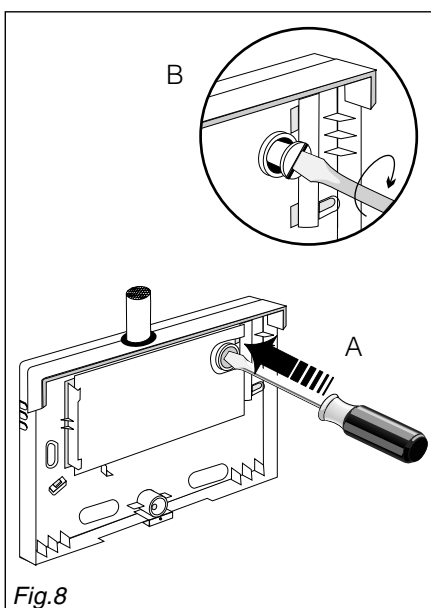

Fig.8
2.4.2 Autosurveillance à l'arrachement (fig. 8)
- 1- Casser la pastille (fig. 8 A) au moyen d'un tournevis.
- 2- Mettre en place la vis d'autosurveillance. La tête de la vis doit prendre la place de la pastille retirée (Fig. 8 B).